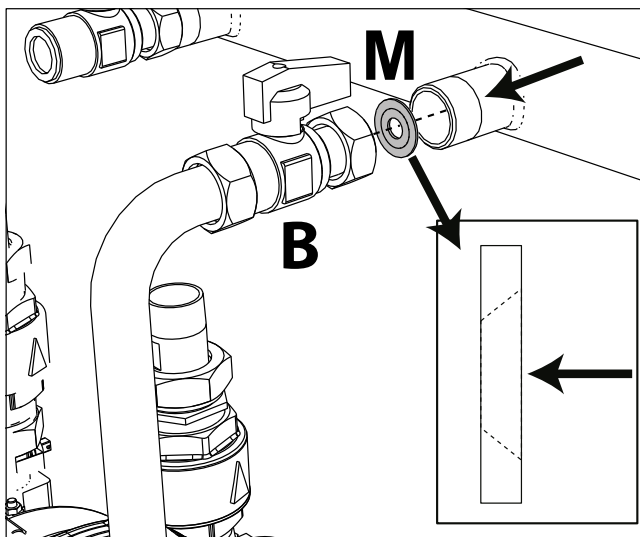
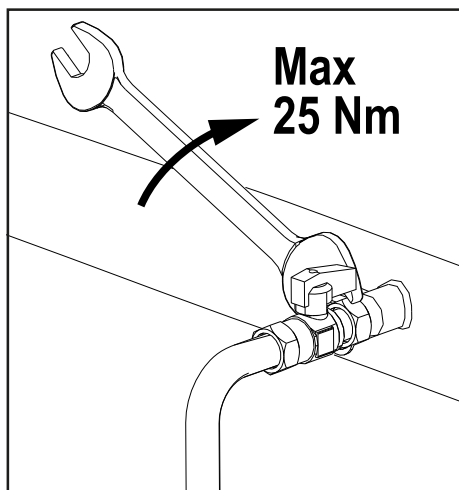

fig. 83 - Ugello per utilizzo con GPL
fig. 84
8. Nel caso di **trasformazione a GPL**, è necessario sostituire la guarnizione esistente tra il rubinetto "B" e il collettore gas con l'ugello "M" (fig. 83). Riassemblare il rubinetto "B" sul collettore gas avendo cura di non serrare ad una coppia maggiore di **25 Nm** per evitare il danneggiamento dell'ugello (fig. 84).
ATTENZIONE: l'ugello "M" (vedi fig. 83) **non deve** essere inserito con l'apparecchio funzionante a **Gas Naturale**.